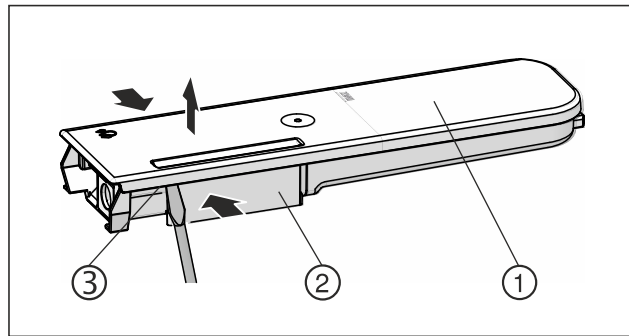

Fig. 128
- ▶ Comprimerne il serbatoio dell'acqua Fig. 128 (2) e fare leva con attenzione sul coperchio Fig. 128 (1) sollevandolo dai naselli di arresto Fig. 128 (3).
- ▶ Spostare leggermente avanti e indietro il coperchio Fig. 128 (1) e rimuoverlo verso l'alto.